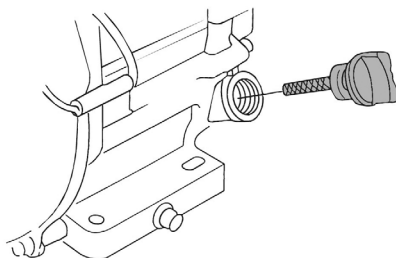

Рис. 10. Крышка-щуп маслозаливной горловины
2. Открутите крышку-щуп маслозаливной горловины и извлеките щуп (Рис. 10).
2. Выкрутите крышку-щуп маслозаливной горловины и извлеките щуп (Рис. 10).